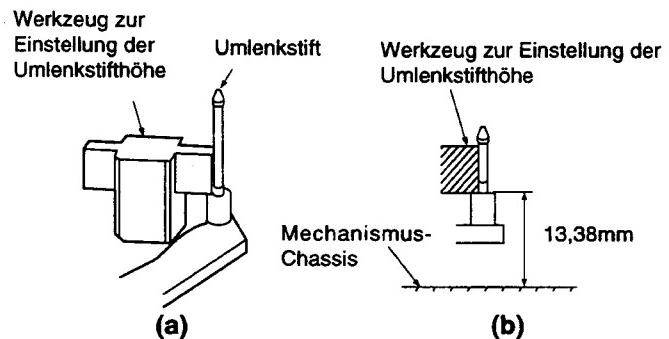

Abbildung 4-28.
- Bei eingefädeltem Band mit dem Umlenkstift-Höheneinstellwerkzeug die Höhe vom Mechanismus-Chassis zum unteren Flansch des Umlenkstifts auf 13,38 mm einstellen. (Siehe Abbildung 4-28(a)(b).)